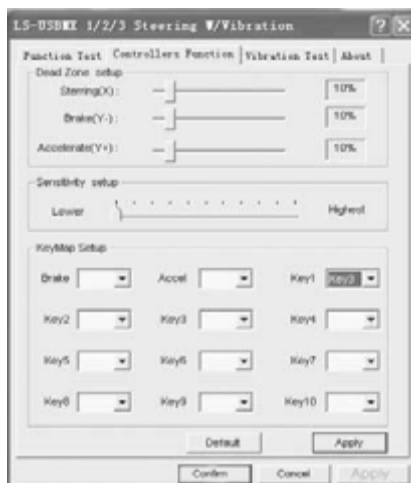

Рис. 8
• Выберите закладку «Controllers Function» для настройки осей и кнопок (рис. 8).
• Настройка Dead Zone setup («мертвой зоны»): манипулятор не будет реагировать на незначительное нажатие на педали газа (Accelerate Y+) и торможения (Brake Y-) и повороты руля (Steering X), поэтому нужно установить необходимые поправки (см. рис. 8);
• Настройка Sensitivity setup (чувствительности): чем выше установлена чувствительность, тем быстрее и оперативнее будет реакция манипулятора на нажатие педалей и повороты руля, поэтому нужно установить необходимые установки – в пределах от Lower (низкого) до Highest (см. рис. 8);
• В разделе KeyMap Setup можно перепрограммировать значение кнопок: для этого напротив обозначения кнопок необходимо выбрать нужное значение (см. рис. 8);